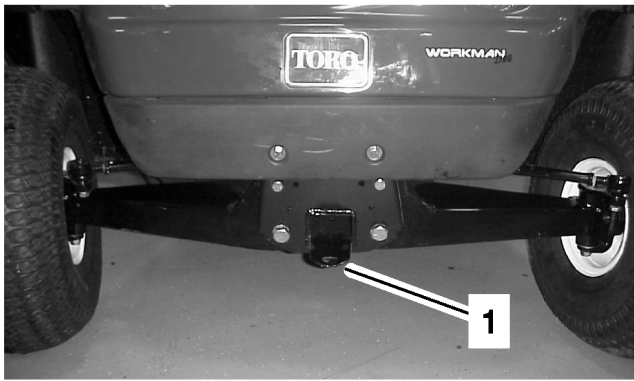

Figura 28
Utilizzate un rimorchio se dovete trasportare il veicolo a distanze considerevoli. Accertatevi che il veicolo sia fissato al rimorchio. Vedere le Figure Figura 27 e Figura 28 per conoscere la posizione dei punti di attacco.
2. Fissate una fune di traino al timone sulla parte anteriore del telaio (Figura 28).